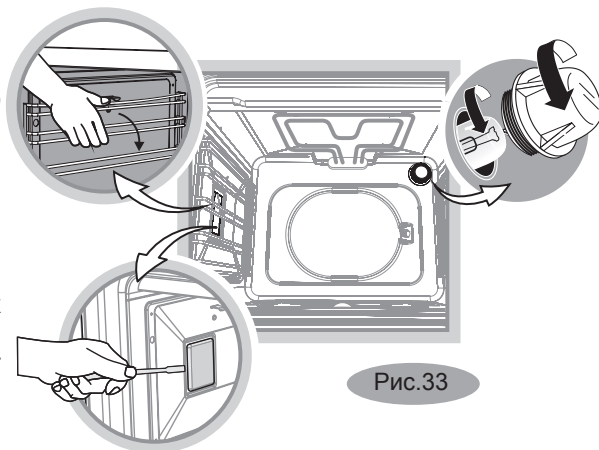

Рис.33
- Открутите стеклянный плафон (рис. 33).